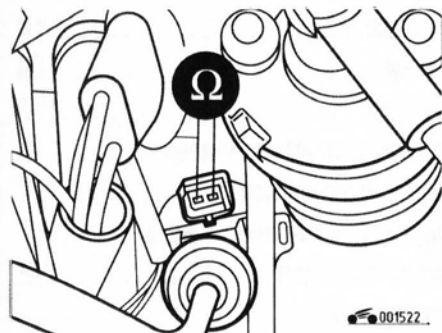

Рис. 4.82. Проверка механизма включения пониженной передачи (Kick-down)
- проверьте работу механизма включения пониженной передачи (Kick-down), подсоединив тестер в режиме омметра к клеммам механизма (рис. 4.82). При полностью отпущенной педали акселератора сопротивление должно стремиться к бесконечности;